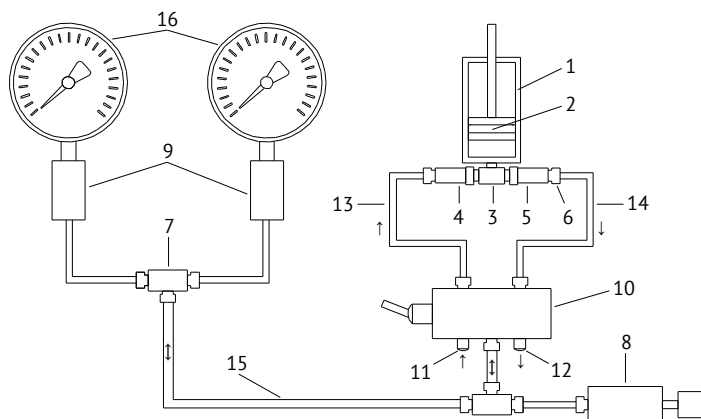

Рис. 2. Пневматическая схема ПУСК:
4.3.2 При движении *поршня 2* (*Рис. 2*) вверх *клапан 4* открывается и воздух через *фильтр 11*, *переключатель 10*, *ветвь разряжения 13* и *клапан 4* поступает в *цилиндр 1*. При движении *поршня 2* вниз *клапан 4* закрывается, а *клапан 5* открывается и воздух из цилиндра через *ветвь давления 14*, *переключатель 10* поступает в *измерительную ветвь 15*, создавая в ней избыточное давление. При последующем накачивании давление в измерительной ветви будет возрастать. Для уменьшения давления в измерительной ветви необходимо плавно приоткрыть *регулируемый дроссель 8*.